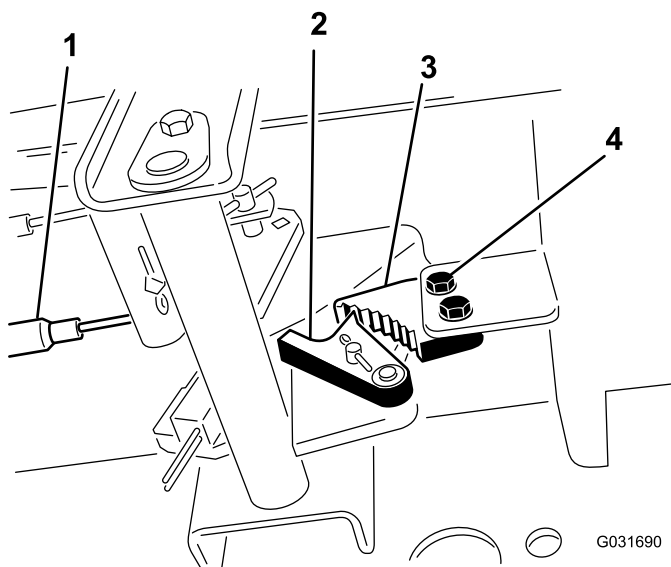

Рисунок 53
1. Ослабьте два винта крепления защелки стояночного тормоза к раме (Рисунок 53).
2. Нажимайте педаль тормоза вперед до тех пор, пока фиксирующий элемент тормоза не войдет полностью в зацепление с защелкой тормоза (Рисунок 53).